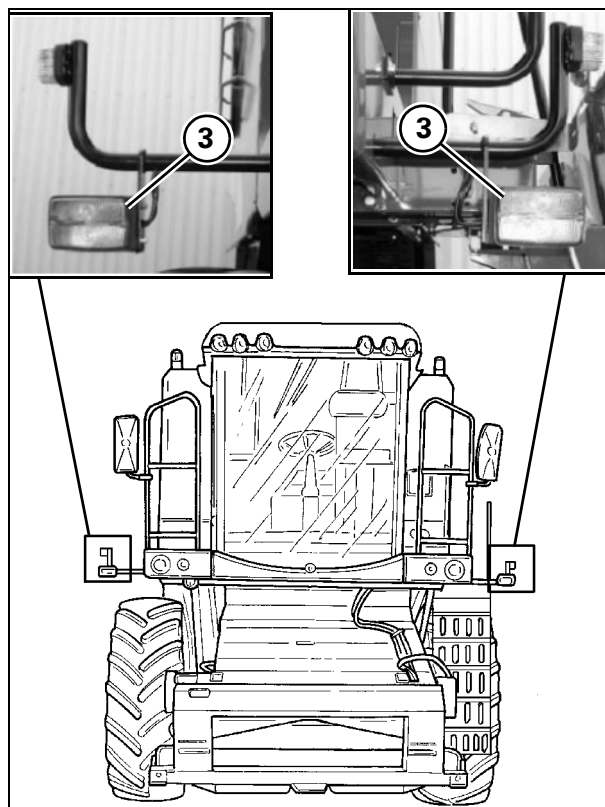

Рис. 54
- при первой сборке комбайна или при замене шин другими шинами из числа сертифицированных (см. таблицы на стр. 9-2) необходимо отрегулировать положение габаритных фонарей и передних стояночных фонарей (3), чтобы они соответствовали габаритным размерам машины (Рис. 54).